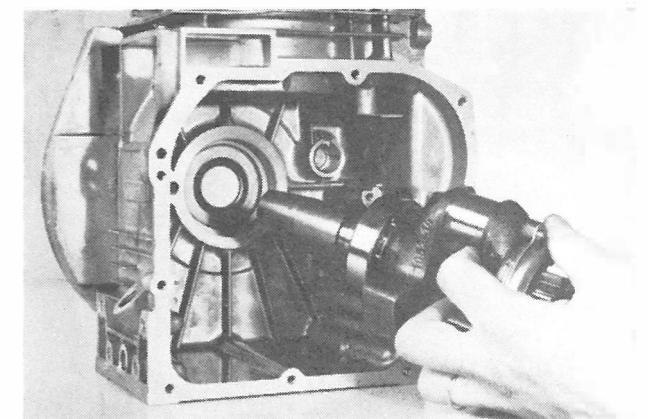

Fig. 62
Monter la lamelle du poussoir, bloquant la vis avec « Loctite » (Fig. 62).
– Die Lamelle der Betätigungsstange an innen einbauen, und die Schraube mit « LOCTITE » befestigen (Abb. 62).